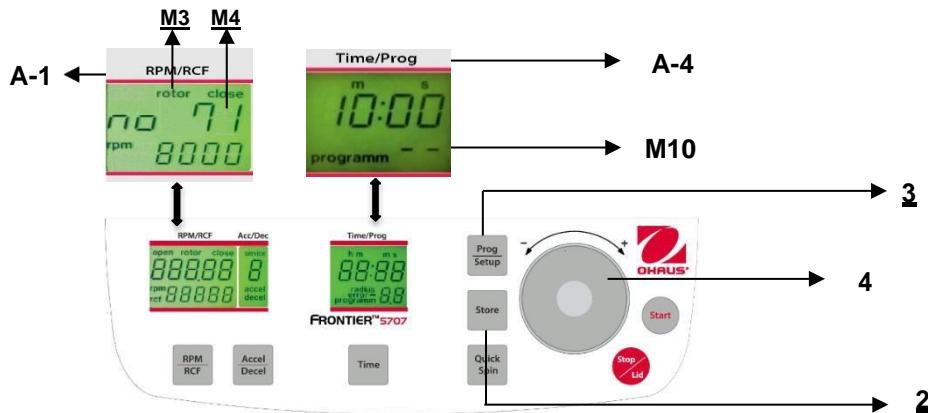

Figura. 23
Per richiamare i programmi salvati, premere il tasto "**Prog/Setup**" (3) (fare riferimento alla figura 23) quando il coperchio è già chiuso. Sul display "**Time/Prog**" (A-4), appare la parola "**programm -**" (M10). Il numero di programma desiderato può essere preselezionato mediante la quadrante di regolazione (4).